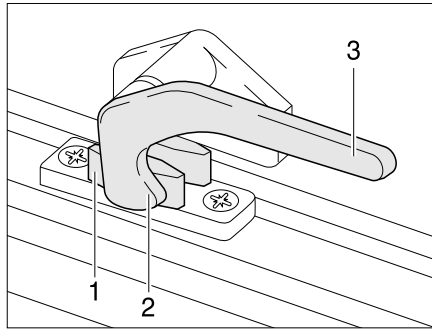

Fig. 75 Levier de verrouillage en position "Fermé"
- Tourner le levier de verrouillage (Fig. 75,3) d'un quart de tour vers le centre de la fenêtre.
- Tourner le levier de verrouillage (Fig. 75,3) d'un quart de tour vers le cadre de la fenêtre. Le tenon de verrouillage (Fig. 75,2) se trouve sur le côté intérieur du verrouillage de fenêtre (Fig. 75,1).
- En position "Fermé" (Fig. 75).